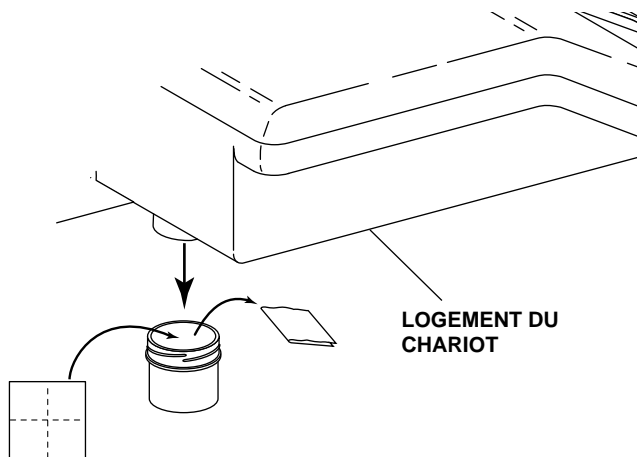

Figure 12. Réceptacle d'huile
1. Retirer de l'unité le récipient du collecteur d'huile et jeter la gaze usagée (voir figure 12).